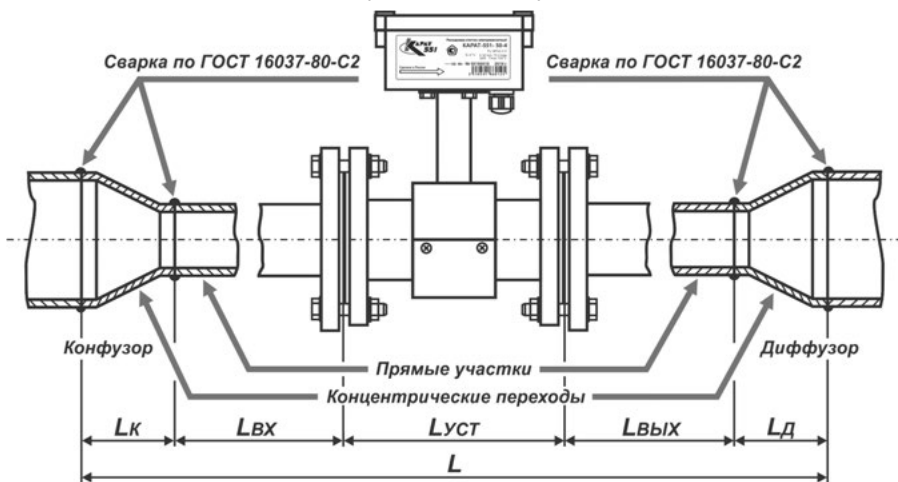

Рисунок 3.4 – Монтаж расходомера с врезкой прямых участков
Монтаж расходомера с врезкой в трубопровод прямых участков, рисунок 3.4, рекомендуется проводить в следующей последовательности:
- приварить концентрические переходы (конфузор и диффузор) к прямым участкам L_{Vx} и L_{Vyx} , смотрите рисунок 3.4;
- вставить полученную сборку в трубопровод и произвести ее сварку с трубопроводом, рисунок 3.4;